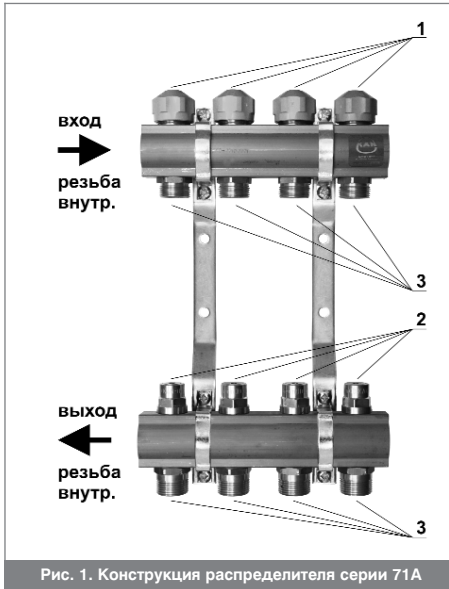

Рис. 1. Конструкция распределителя серии 71A
3. **серия 71A** (рис.1) - нижний коллектор распределителя с встроенными регулирующими вентилями (вентили выравнивают сопротивления потоку через отдельные контуры), а также с выходами на отдельные контуры с наружной резьбой G $\frac{3}{4}$ " (Евроконус).